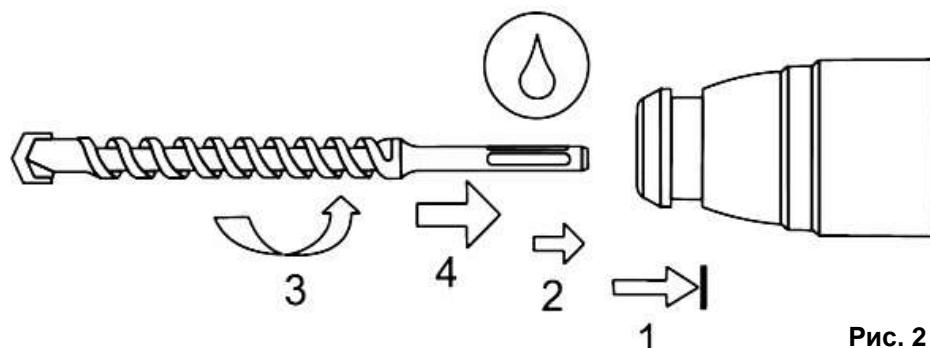

Рис. 2
### **Смена насадок (См. Рис.2)**
- 2 Нажмите на подвижную крышку патрона перфоратора, отведите ее назад (См. Рис.2).